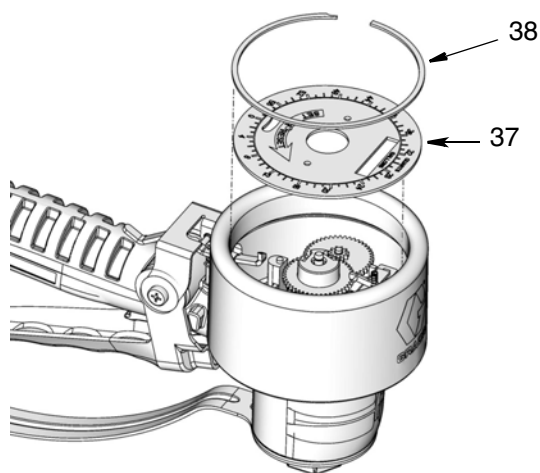

FIG. 28
4. Rimuovere la clip di fissaggio grande (38) e quindi il pannello della piastra frontale (37) (FIG. 28).